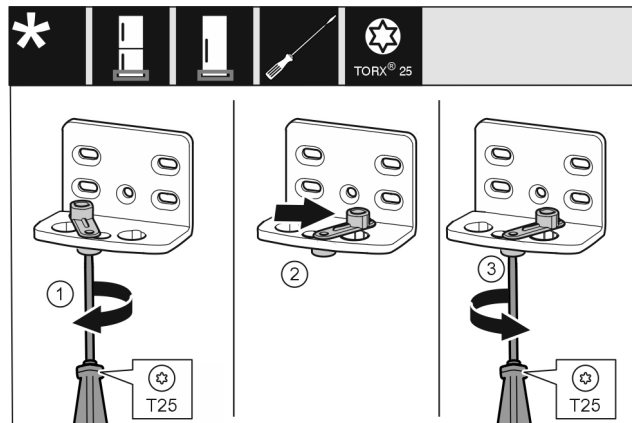

Fig. 13
- ▶ Enrosque el tornillo con el destornillador T25 sin apretar. Fig. 13 (1)
- ▶ Levante el dispositivo auxiliar de cierre de la puerta y gírelo 90° hacia la derecha en el orificio. Fig. 13 (2)
- ▶ Apriete el tornillo con el destornillador T25. Fig. 13 (3)